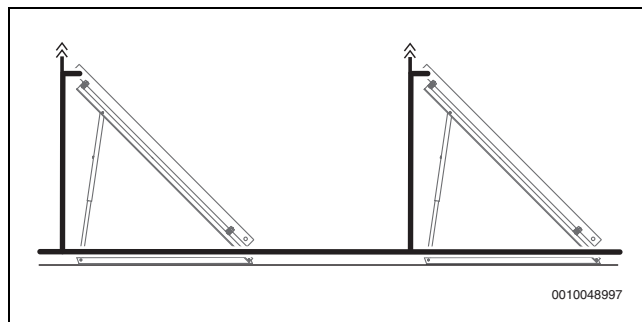

Fig. 13 Mai multe rânduri de panouri solare racordate în paralel cu aerisitor suplimentar (țevă de tur)
- ▶ În cazul în care există mai multe rânduri de panouri solare racordate în paralel pe acoperișuri plane, precum și în cazul instalațiilor cu stație solară AGS50-2, montați un aerisitor suplimentar la fiecare rând de panouri (→ Fig. 13).